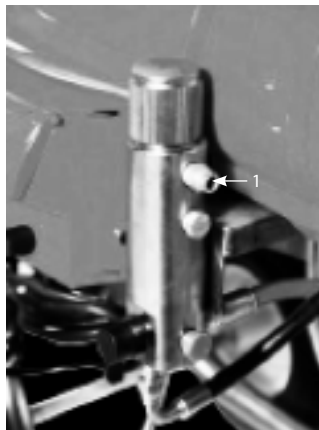

Рис. 2
1. Подсоедините шланг высокого давления к штуцеру «1» аппарата. (Рис. 2) Надежно затяните. Для подсоединения шланга второго поста, необходимо снять заглушку (под штуцером «1») и установить на ее место штуцер 3/8" 18NPSM.